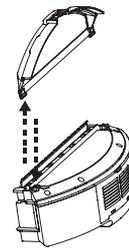

Рис. 9
6. Переверните пылесборник. Достаньте губку, высвободите направляющую решетку и затем отсоедините правую и левую защелки внизу пылесборника (см. рис. 8, рис. 9). Все детали должны быть собраны в том же порядке, что и при разборке.